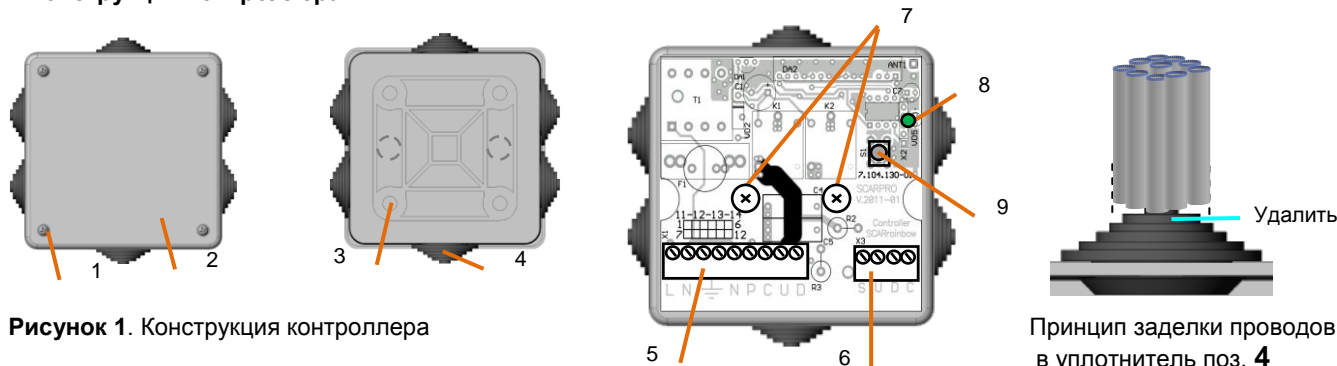

Рисунок 1. Конструкция контроллера
5.3 Для установки контроллера на место эксплуатации необходимо снять крышку, открутив винты поз. 1, открутить винты поз. 7 рис.1 и извлечь электронный блок из корпуса. В днище корпуса просверлить отверстия (или, в зависимости от конструкции корпуса, извлечь заглушки отверстий). Закрепить винтами корпус контроллера на месте эксплуатации.